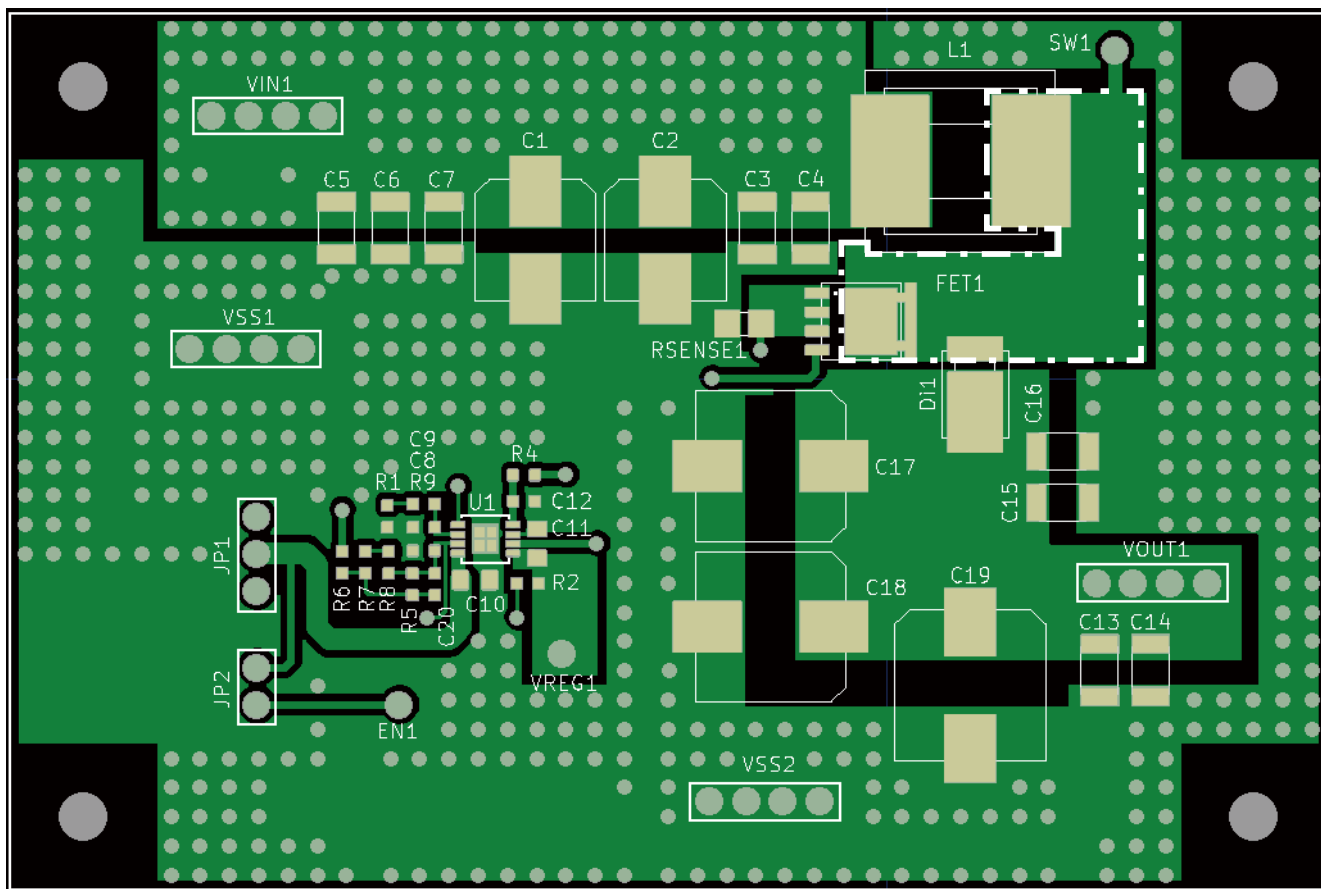

図14 参考基板パターン
- ・ 高周波放射ノイズを低減するためスイッチングノード (SW1) の配線面積 ("図14 参考基板パターン" の破線で示した領域) をできるだけ小さくしてください。